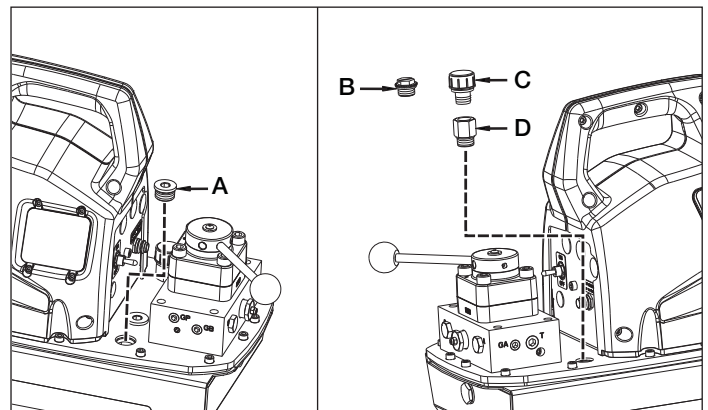
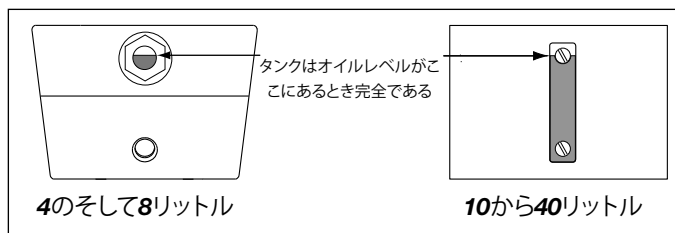

図2 オイル充填プラグとタンクエアブリーザ
図 4、サイトガラス(覗き窓)
4.1 オイル充填プラグとタンクエアブリーザ(図2参照)
始動前にポンプのオイルレベルを点検してください。オイルレベルが低い場合、充填プラグ(A)をカバープレートから外し(図2参照)、必要に応じてオイルを補充します。オイルレベルが図4の状態に達したら、タンクは満杯の状態です。